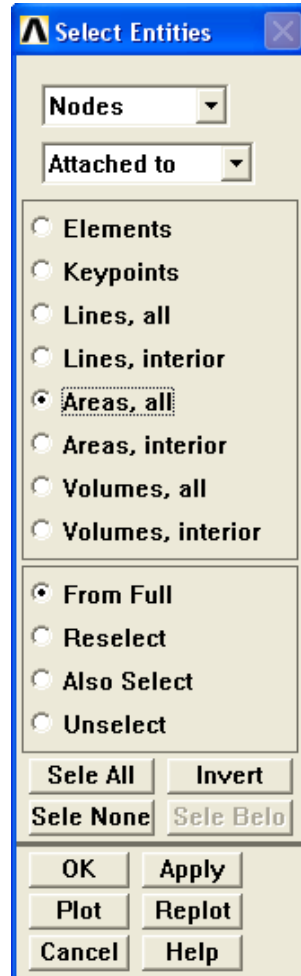

Рисунок 42. Пункты необходимые для выбора узловых точек, расположенных на поверхности
- В первом раскрывающемся списке первого раздела окна **Select Entities** следует установить пункт **Nodes** (Рисунок 42).
- Во втором раскрывающемся списке необходимо выбрать пункт *Attached to* (Рисунок 42).
- Во второй секции (секции переключателей) необходимо выбрать пункт *Areas, all* (Рисунок 42).